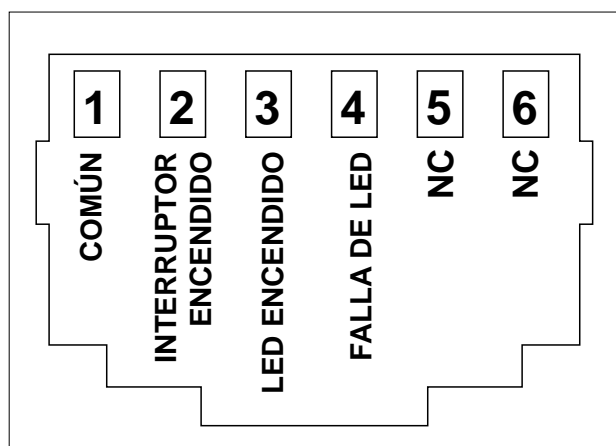

Figura 11: Conector RJ12 con señales de patillas
Véase la Figura 11. Instale el AC Power Analyser y realice lo siguiente:
- 3 Conecte los cables de comunicación RJ12 al inversor (si procede). La Figura 11 muestra la señal que suministra cada patilla.
- 7 Añada un fusible que resulte adecuado para el cableado, en ambos cables de CA, y conecte los cables de CA en la entrada de CA (Figura 11, punto 1). Inserte el enchufe de CA con la tapa (se incluye en la caja).
Al menos uno de los tres dispositivos MasterBus debe tener alimentación del MasterBus. Si existe CA en la entrada (Figura 11, punto 1), significa que el AC Power Analyser está siendo alimentado por el MasterBus.